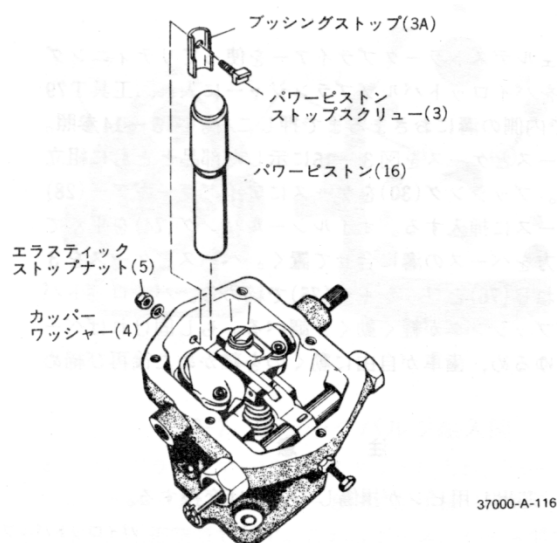
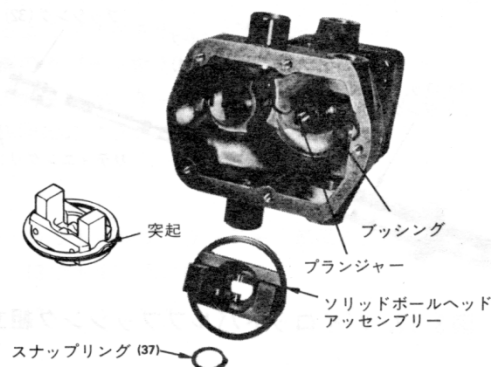

図3-17 パワーピストン組立図
図3-18 ボールヘッド取り付け図
11. ピストンを図3-17、図3-18に示す様にケース内に組み込む。
13. フライウェイト(35)をボールヘッド(34)にピン(36)で組み込む、そして確実にフィッティングリング(38)でボールヘッド組立部の回りに止める。リテーニングリングに突起部がある場合は図3-18に示したような位置に突起部がくるようにする必要がある。